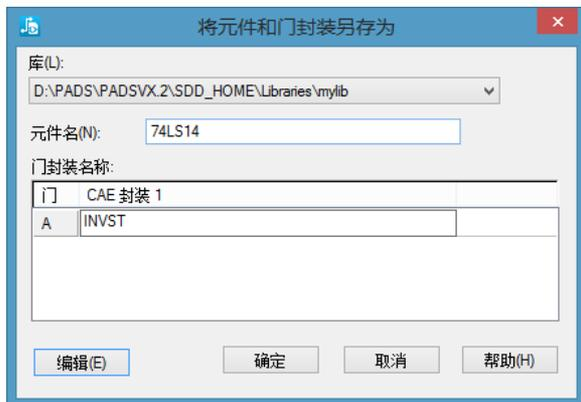

图 5-37 “将元件和门封装另存为”对话框
(1) 执行“文件”“返回至元件”命令, 系统会返回元件编辑界面。注意, 当进入 CAE 元件编辑器后, “文件”菜单只有一项, 即“返回至元件”命令。
(2) 此时可以执行“文件”“保存”命令, 保存该元件, 系统会弹出如图 5-37 所示的“将元件和门封装另存为”对话框。在该对话框中, 可以在“库”